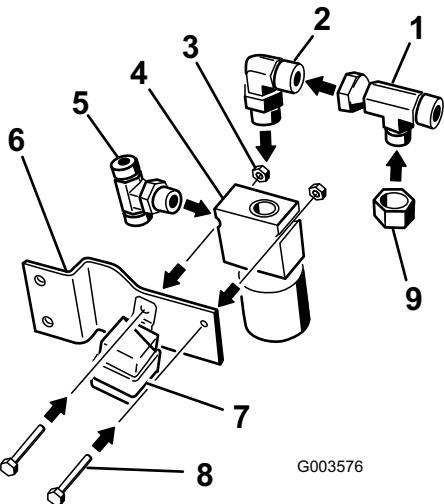

Figura 11
1. Instale los acoplamientos con los ángulos indicados en las figuras. Instale el acoplamiento en T en el lateral de la válvula. La Figura 11 muestra el acoplamiento en T correcto.
2. Instale un codo de 90 grados pequeño en la parte superior de la válvula (Figura 11).
3. Conecte el adaptador del acoplamiento en T al codo de 90 grados. La Figura 11 muestra el acoplamiento en T correcto.
4. Conecte el tapón al adaptador en T (Figura 11).
6. Instale la válvula al soporte de la válvula con 2 pernos (1/4 x 1-3/4 pulgadas) y 2 tuercas (1/4 pulgada) (Figura 11).